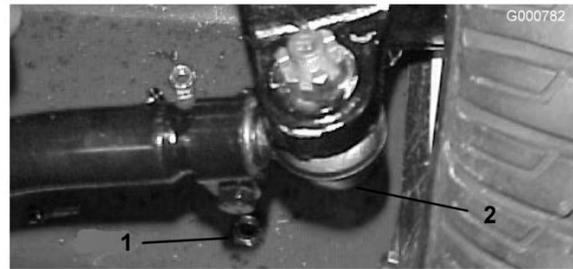

Figura 58
2. Per regolare, togliete la coppia e il dado da uno dei giunti a sfera del tirante. Togliete il giunto a sfera del tirante dal supporto della scatola del ponte (Figura 58).
3. Allentate i fermi su entrambe le estremità dei tiranti (Figura 58).